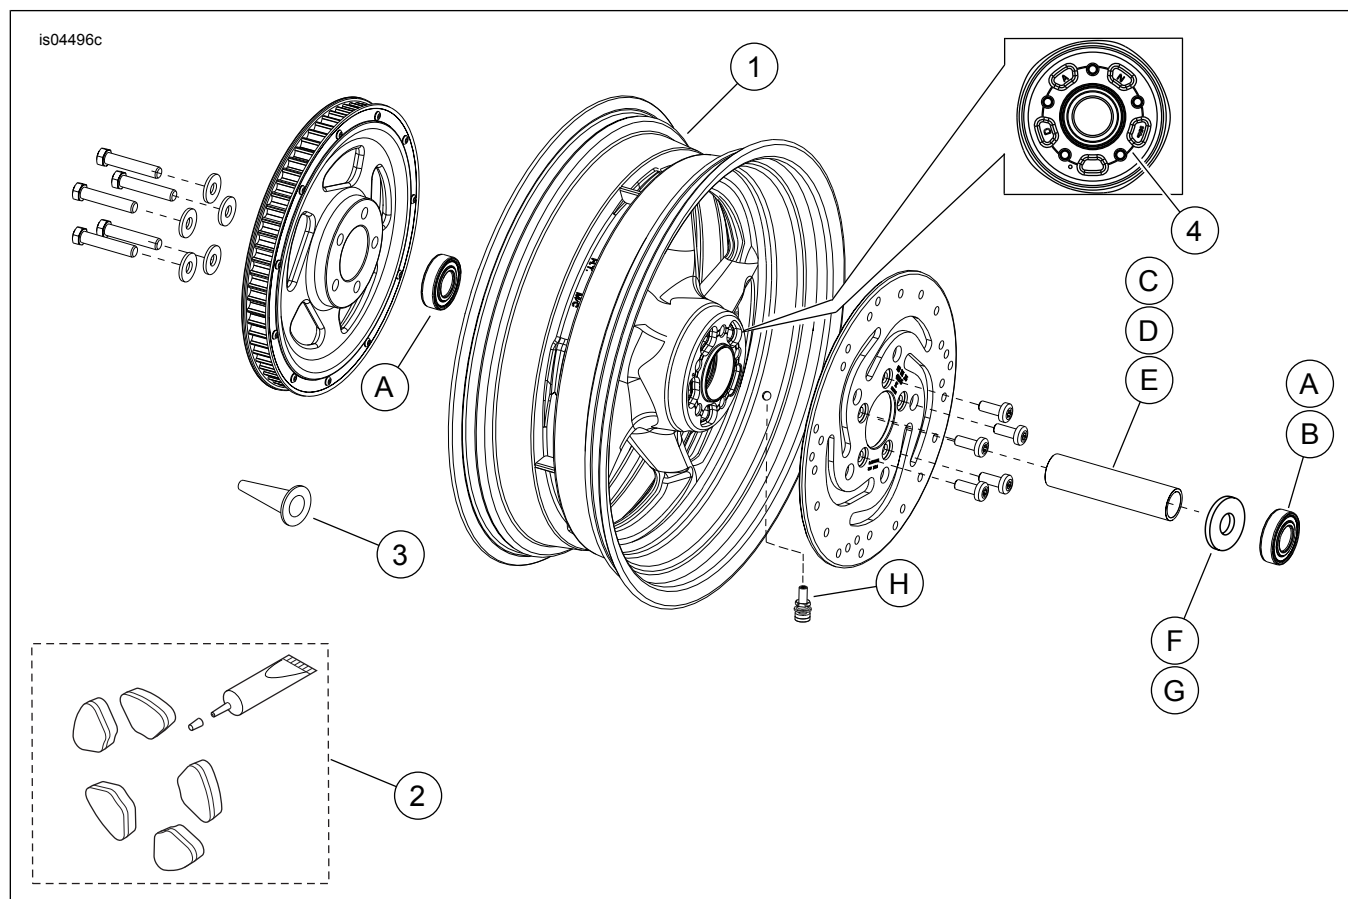

Figura 1. Parti di ricambio: Ruota posteriore Reaper
Vedere la figura 1. e Fare riferimento alla tabella 2.
2. Vedere la figura 1. Installare il gruppo dello stelo della valvola (H) sulla ruota seguendo le istruzioni riportate nel manuale di manutenzione appropriato.